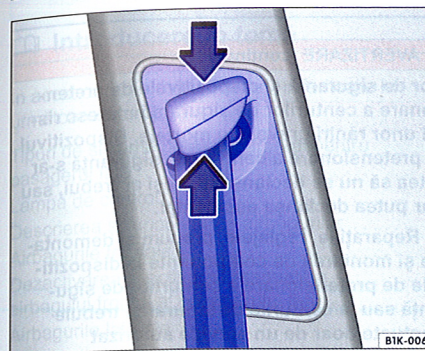

Fig. 69 Lângă locurile din față: reglarea pe înălțime a centurii de siguranță.
- Aproiați armătura de ghidare în sensul săgeților și mențineți-o apropiată ⇒ **fig. 69**.